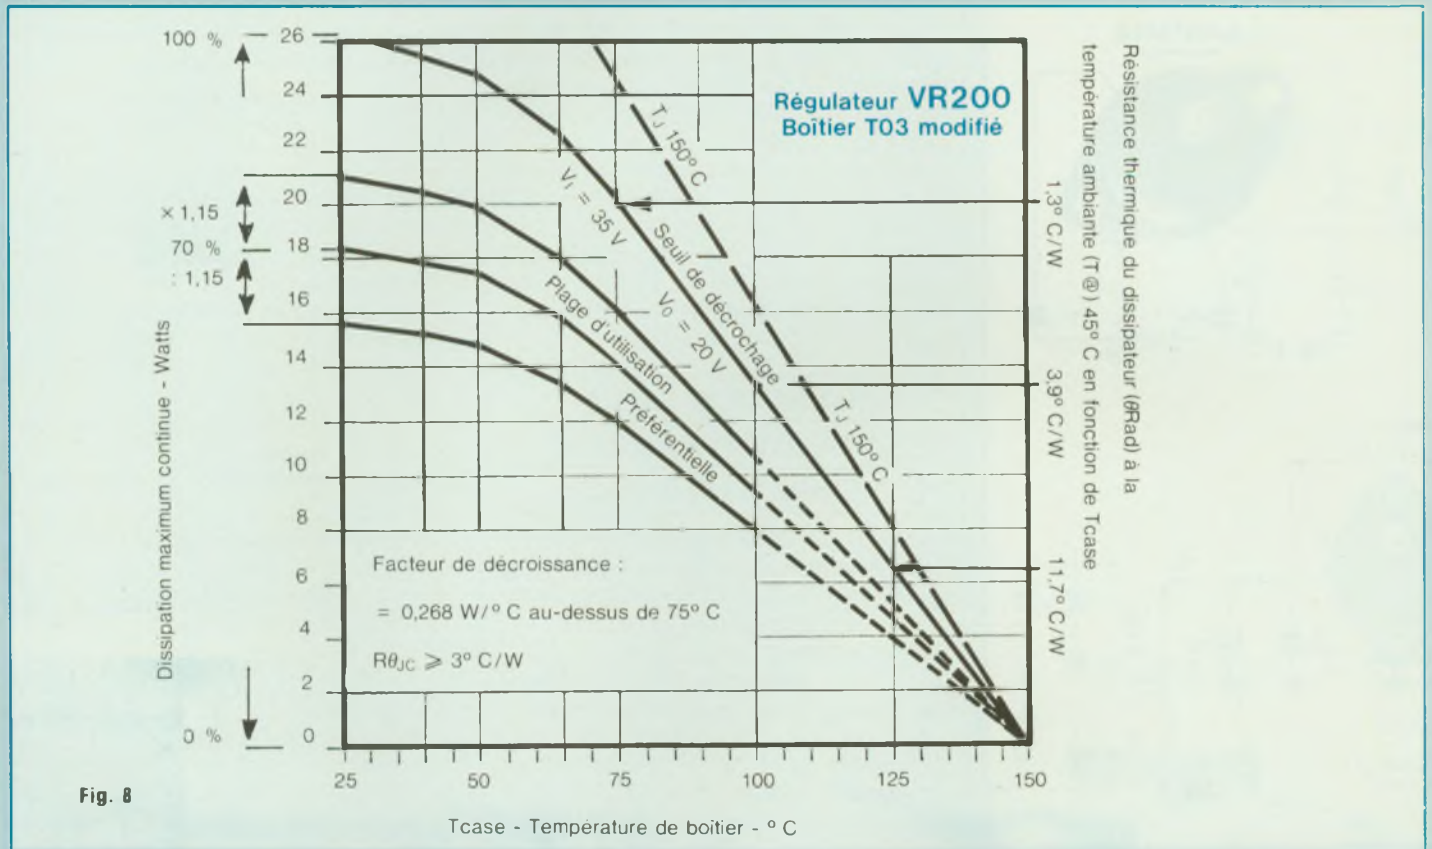

Fig. 8
(1) Puissance maximale à la limite de décrochage du VR 200 (fig. 8). Cette valeur de puissance est à multiplier par 0,7 (-30%), pour se tenir nettement en-dessous de la mise en sécurité du régulateur. Dans ces conditions, la température de jonction  $T_j$  baisse dans